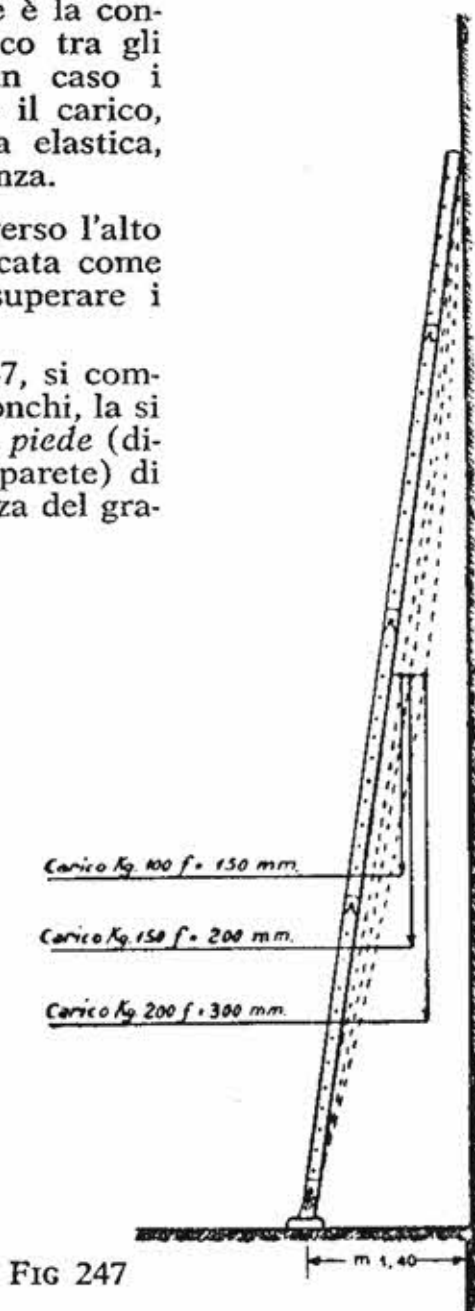

FIG 247
c) Come indicato nella fig. 247, si compone la scala con tutti e quattro i tronchi, la si appoggia ad una parete dandole un *piede* (distanza della base della scala dalla parete) di m 1,40, e la si carica in corrispondenza del gradino di mezzo gradualmente con carichi di Kg 100, Kg 150, Kg 200, mentre si misurano le relative frecce che non debbono superare le frecce limiti rispettivamente di mm 150, mm 200, mm 300. Alleggerita la scala dai carichi, si osserva se le frecce s'annullano totalmente o se rimane una freccia residua, indi si ribalta di 180° la scala contro la stessa parete si ripete la prova di carico e scarico misurando le frecce relative, che dovrebbero corrispondere alle precedenti.